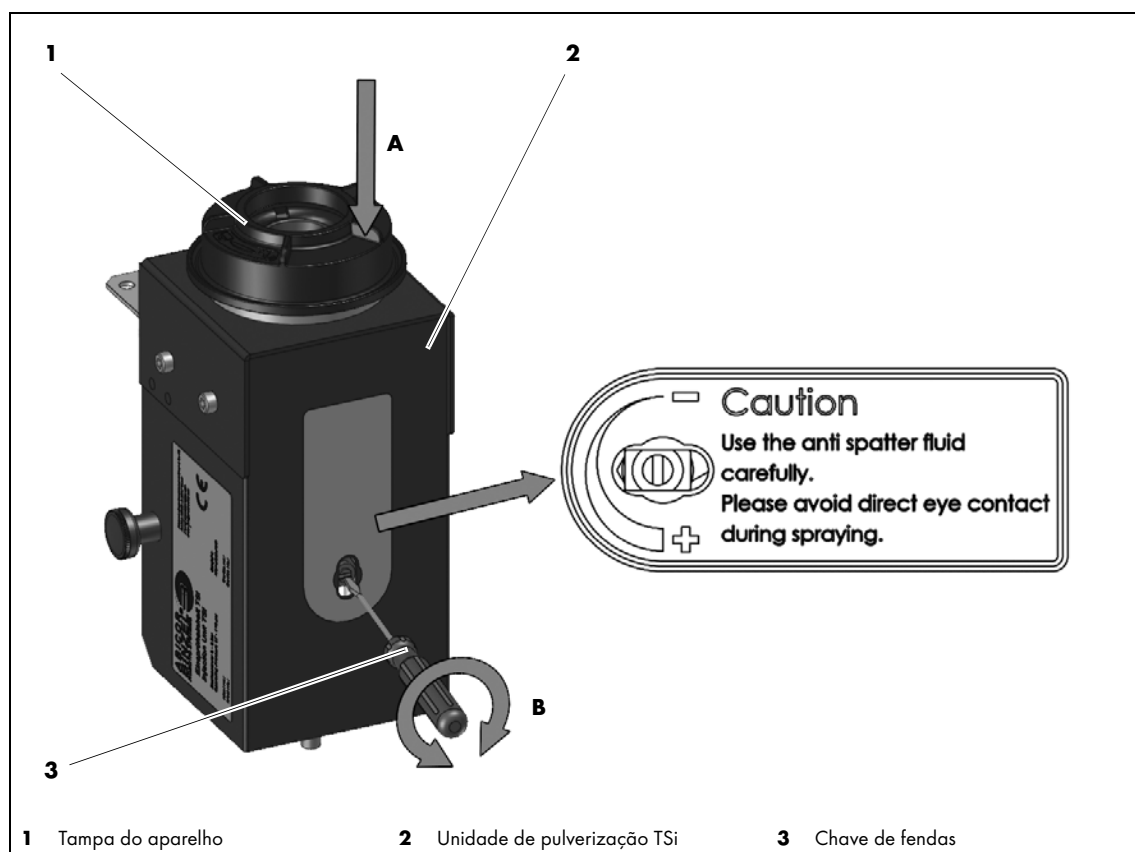

Fig. 8 Ajuste manual do agente de separação
• Quantidade de agente de separação mal definida	• Definir corretamente a quantidade de agente de separação ⇒ Fig. 8 Ajuste manual do agente de separação na página PT-11